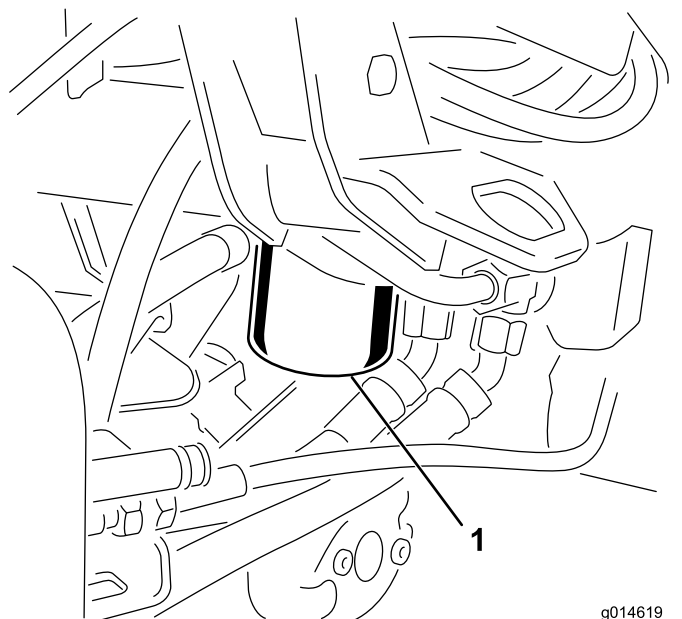

Figura 48
1. Limpe a zona em torno da montagem do filtro (Figura 48). Coloque um recipiente de escoamento debaixo do filtro e retire o filtro.